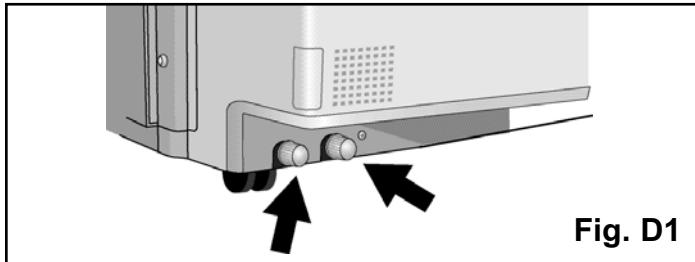

Fig. D1
2. Placez un chaudron ayant une capacité de 1,9 litre (4 pintes) sous les drains les plus bas situés à l'arrière de l'unité (voir Fig. D1);